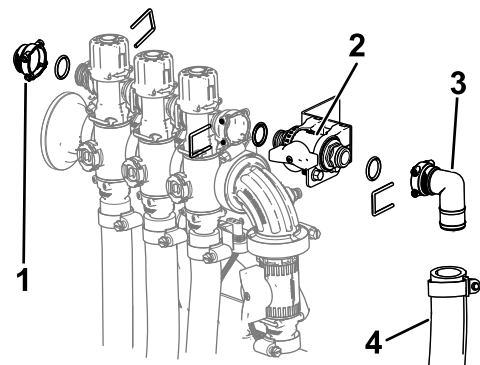

图 21
6. 使用之前拆下的 O 形圈和卡环将控制阀总成固定到喷洒臂阀 图 21。
7. 使用之前拆下的卡环将盖帽 $\frac{1}{2}$ 英寸、O 形圈、接头和软管组件安装到控制阀上如 图 21 所示。